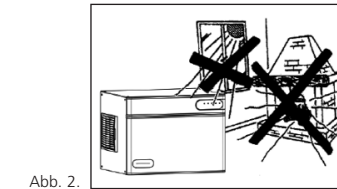

Abb. 2.
e) Die Maschine muss fern von Hitzequellen und an einer gut belüfteten Stelle stehen. Einen Freiraum von mindestens 20 cm an den Seiten und an der Rückwand lassen (Abb. 2 – 3).